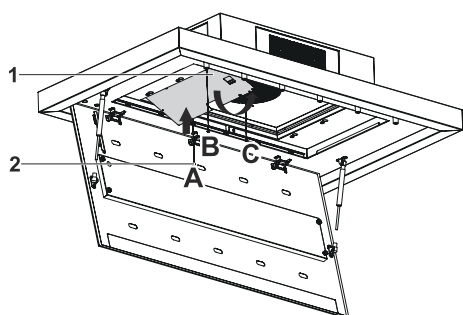

Abb. 15
- 5.** Elektronikboxdeckel-Montage an den Punkten A,B,C durchführen (Abb. 15).
7. Die Hauptsicherung unter der Motorbox in Position 1 stellen (Abb. 15)
Metallfettfilter montieren (Abb. 15).